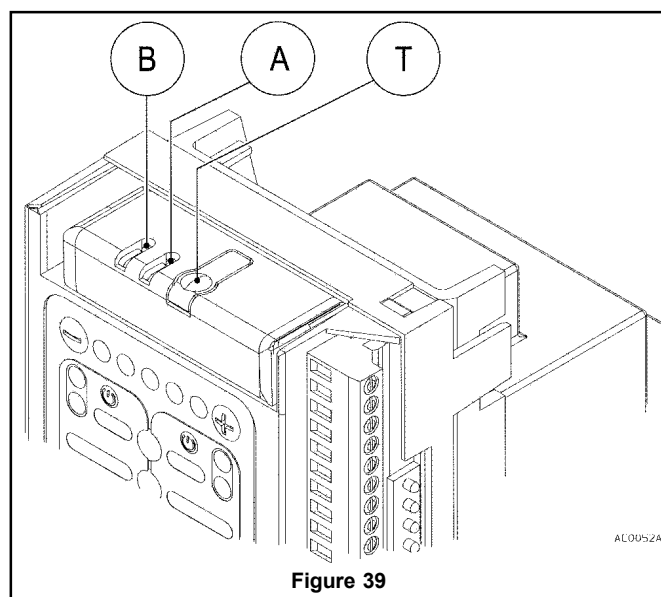

Figure 39
Le récepteur (fig. 39) présente une touche (T) et deux Leds (A et B).
- En appuyant une fois sur la touche T, le premier signal lumineux (A) s'allume puis se prépare à l'identification du canal 1.
- En appuyant sur la touche T une deuxième fois, le deuxième signal lumineux (B) s'allume puis se prépare à l'identification du canal 2.
- Pour assigner une touche de l'émetteur au canal 1 (PIETON), presser la touche lorsque le signal lumineux A (fig. 39) est allumé. L'opération est validée lorsque le led s'allume et s'éteint. afin de mettre en évidence qu'il s'agit de la phase d'identification, le signal lumineux s'allume et s'éteint.
- Garder le doigt appuyé sur la touche T (fig. 39).